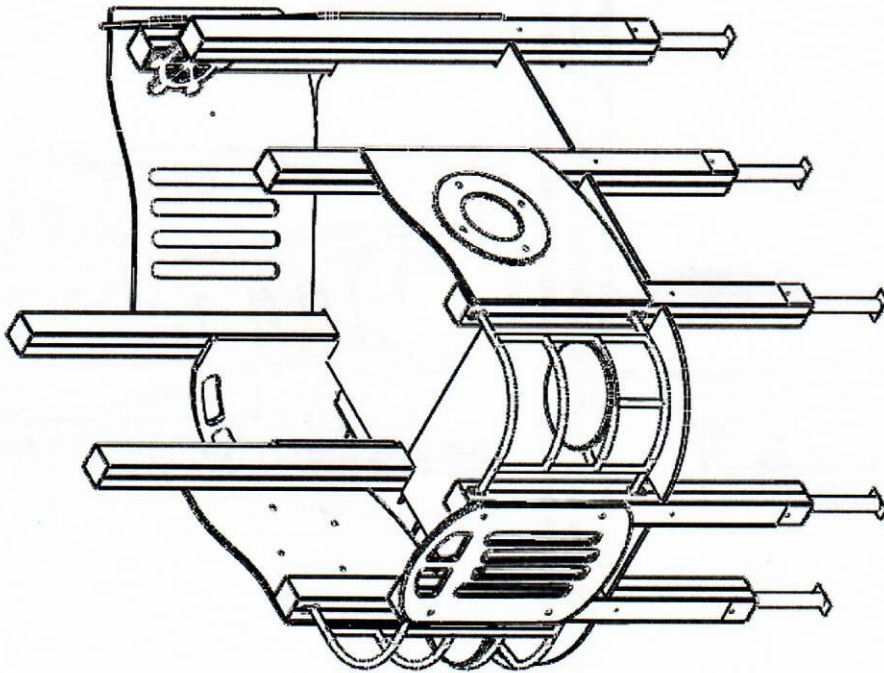

Рис. 14
3.5 Закрепить металлические заполнения к столбам сантех саморезами 80 + шайба + колпачок. Фанерные сидушки закрепить болтами М6х30 + шайба + гайка + колпачок. Высота сидушек до пола 300мм (рис. 14).